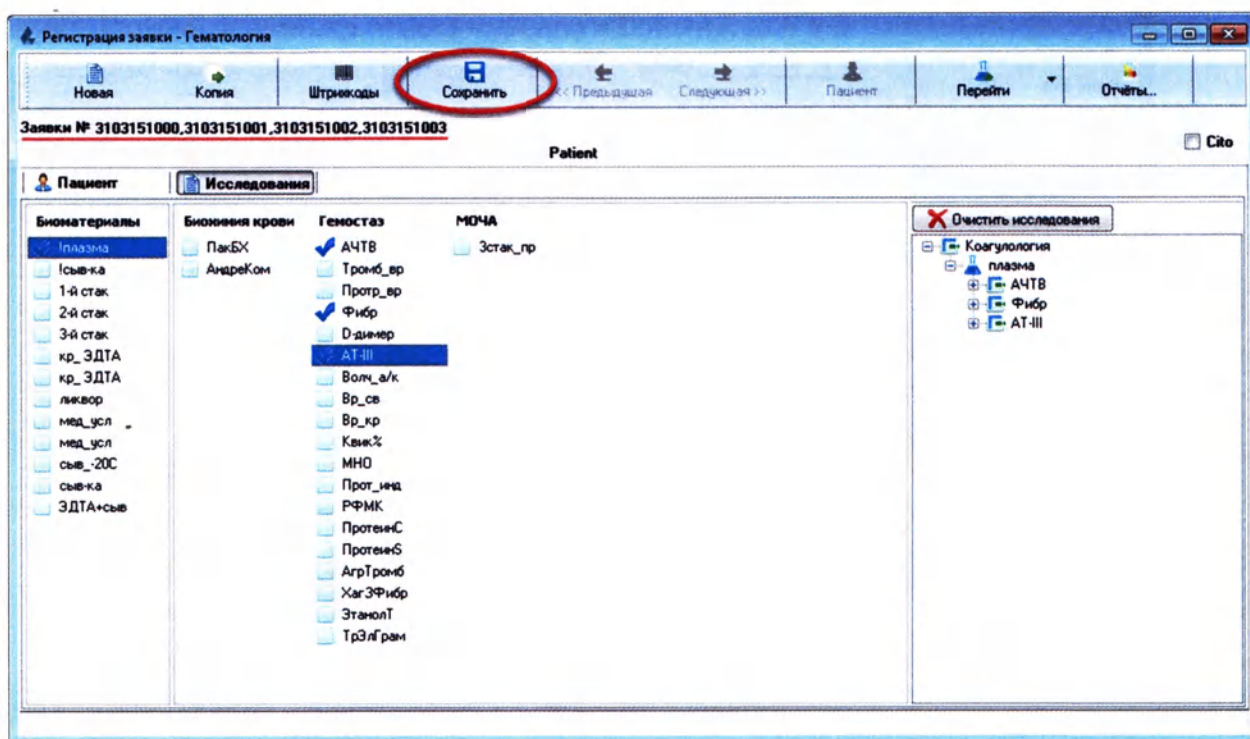

Рисунок 2.96
9. В окне регистрации заявки назначьте исследования для пакета заявок и сохраните результат, нажав кнопку «Сохранить» (Рисунок 2.96):